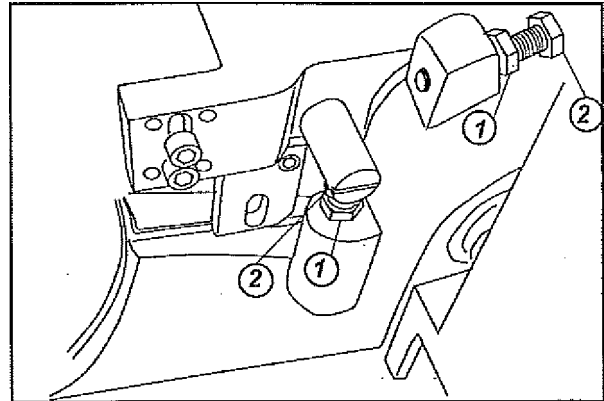

Fig.11
- Suelte el tornillo de cabeza hexagonal (1 Fig.11).
- Atornille o desatornille el perno de cabeza hexagonal (2 Fig.11) para ajustar el movimiento.